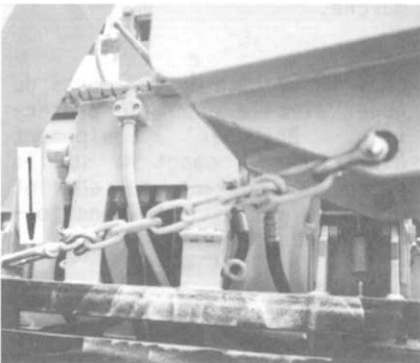

Bild 13
- Gliederkette am Tieflöffel und Ausleger einhängen und mit Spannschloß festziehen (Bild 13/Pfeil). Abstützung bis zum Anschlag hochziehen. (Bild 14/1)
- Hang the open-link chain on to the bucket and boom and tighten it with the tension lock (fig. 13/arrow). Raise the stabilizers up to the stop position (fig. 14/1).
- Accrocher la chaîne à maillons sur la flèche et le godet et bien serrer le tendeur (fig. 13/flèche). Remonter les béquilles jusqu'aux butées (fig. 14/1).